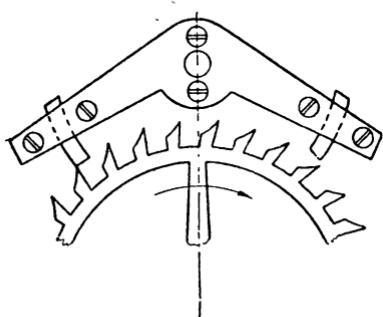

Рис. 58. Спусковое колесо со скобкой Гrahama в часах улучшенной конструкции
<p>Рис. 56. Крючок барабана для внешнего замка пружины</p> <p>Ж. Неисправности узла хода:</p> <ol style="list-style-type: none"> 1) плечи узла якоря износились в результате большого трения с зубьями спускового колеса: наличие рисок на плечах узла якоря; 2) сработались плечи узла якоря; 3) погнулись или сработались зубья спускового колеса; 4) погнут или поломан пружинный подвес.  <p>Рис. 57. Узел якоря стенных часов упрощенной конструкции</p>	<p>стороны барабана, а расклепывают его с наружной стороны. Крючок вала барабана исправляют напильником. Для нового крючка в валу барабана сверлят сквозное отверстие, в это отверстие плотно вставляют стальную проволоку, которую расклепывают с обратной стороны. Крючок вала обрабатывают напильником, придавая ему соответствующую форму. Места обработки при вставке крючков необходимо зачистить от заусенцев и отполировать.</p> <ol style="list-style-type: none"> 1) Риски и канавки на плечах узла якоря удаляют шлифовкой и полировкой. 2) Узел якоря должен охватывать не менее 6,5 шагов спускового колеса, в зависимости от чего он будет больше и немного иной формы (рис. 57), чем в ходиках с гиревым заводом. 3) Исправляют зубья спускового колеса и выявляют их недостатки при помощи станка для проверки правильности зубчатого зацепления. Для этого спусковое колесо и узел якоря вставляют в спицы станка и, пропуская спусковое колесо поочередно своими зубьями через узел якоря, находят неисправный зуб. Устанавливают степень его неисправности. Дефекты исправляют, места обработки шлифуют бархатным напильником и полируют. При полной непригодности зуба ставят новый. Эту работу необходимо выполнять тщательно, учитывая важность этого узла в ходе часов. Зубья колеса должны падать на плечи узла якоря только своими острыми кончиками. Впадины между зубьями должны быть настолько глубокими, чтобы узел якоря не встречал препятствий при нормальных размахах маятника. 4) Пружины подвеса изготавливают из тонко вальцованной ленточной стали толщиной 0,05—0,2 мм, шириной 3—10 мм, длиной 5—20 мм. Подвес изготавливают с одной пружиной (в часах упрощенной конструкции) и с двумя пружинами (см. рис. 58, Г, Д и Е). Пружины подвеса закрепляют в двух латунных оправках; верхнюю (короткую) и нижнюю при помощи заклепок. В нижнюю оправку вделан штифт,
7. Усовершенствованная конструкция спуска со скобкой Гrahama¹ и спусковым колесом с особой улучшенной формой зубьев (рис. 58).